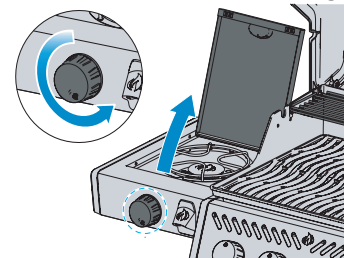

Fig. 2
5. Si le brûleur ne s'allume pas, pivoter le bouton dans le sens contraire des aiguilles d'une montre (position OFF). Attendre 5 minutes. Recommencer les étapes 3 et 4. (Fig. 2)